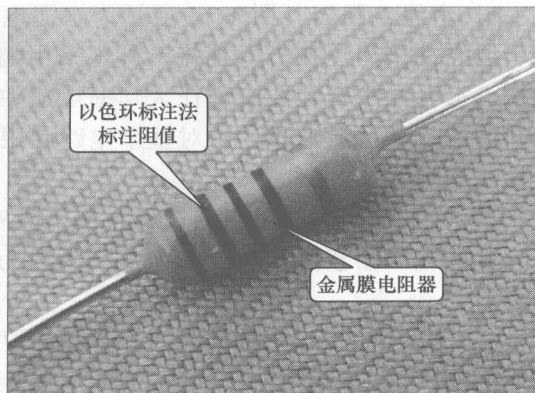

图 1-11 金属膜电阻器
② 金属膜电阻器。金属膜电阻器就是将金属或合金材料在真空高温条件下加热蒸发后沉积在陶瓷骨架上制成的电阻 (不过合金材料也可以采用化学沉积和高温分解等其他方法制作, 但采用最多的方法还是蒸镀法), 其外形如图 1-11 所示。